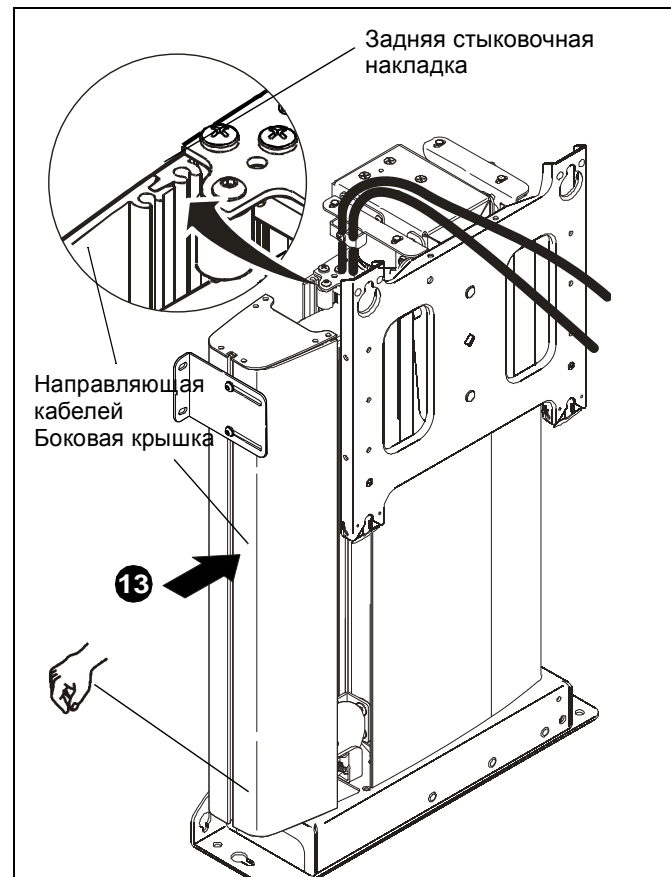

рис. 12
13. Установите боковую крышку направляющей кабелей на направляющую, убедившись, что выступ на задней стыковочной накладке полностью попадает в выемку на боковой крышке направляющей кабелей. (см. рис. 12)